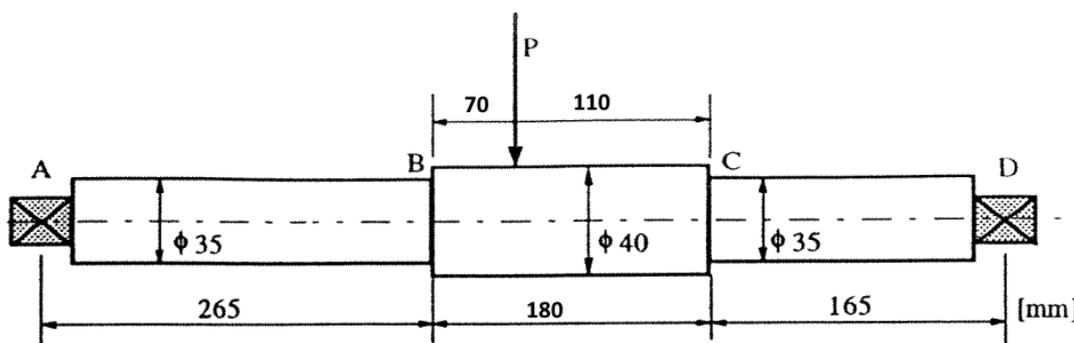

Figura 1.3
- 1.1.3** A Figura 1.3 representa um veio rotativo apoiado em A e B e submetido apenas a uma força estática $P = 6,7 \text{ kN}$. Determine a duração prevista à fadiga do veio, dados: